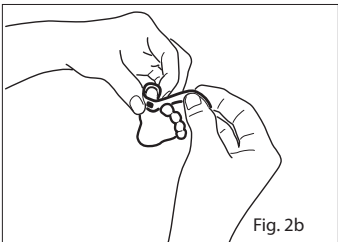

Fig. 2b
3. Reportez-vous à la Fig. 2b. Enroulez le capteur adhésif autour de l'orteil de sorte que l'émetteur soit positionné sur le lit de l'ongle du gros orteil. La fenêtre du détecteur doit être complètement couverte pour assurer la précision des mesures.